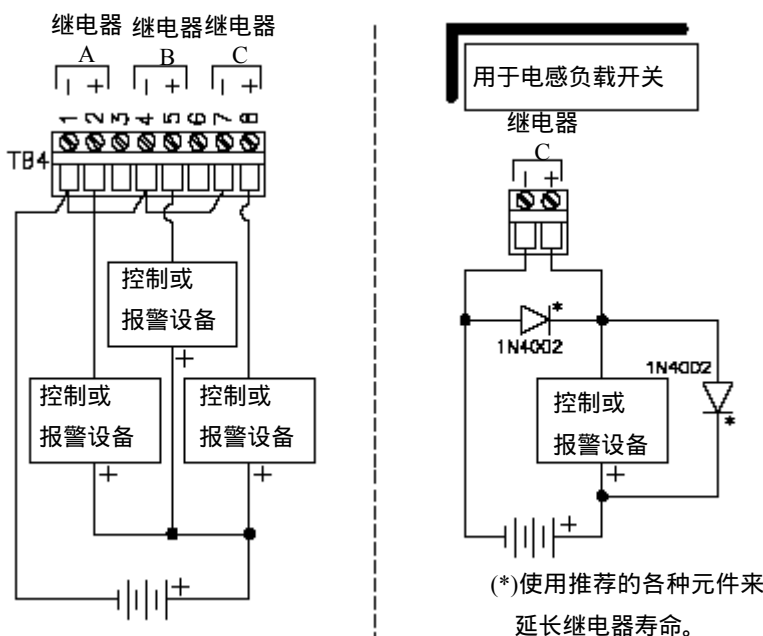

图 2-7 连接控制/报警装置到固态直流继电器
在 TB4 的接线端 1~8 共提供三路 SPST(单刀单掷)固态直流 (DC) 中继输出 (中继 A、B 和 C) ——除了接线端 3 和 6 没有用到。通用的接线排列图参见图 2-7。